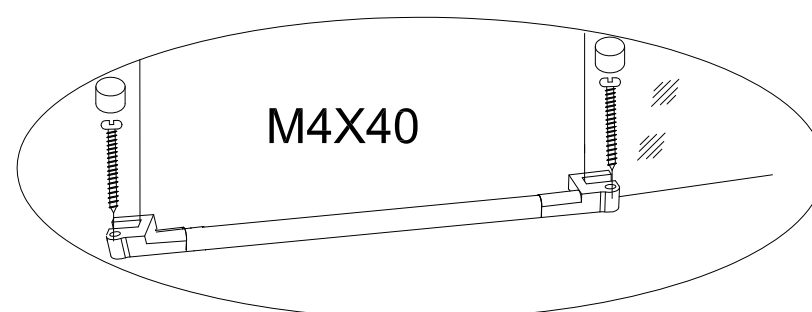

Fig.29
À l'aide de la quincaillerie du sachet de vis 3, installez l'ensemble de la barre de seuil. Installez les caches-vis décoratifs dans les embouts de seuil (12). Voir la figure 29.